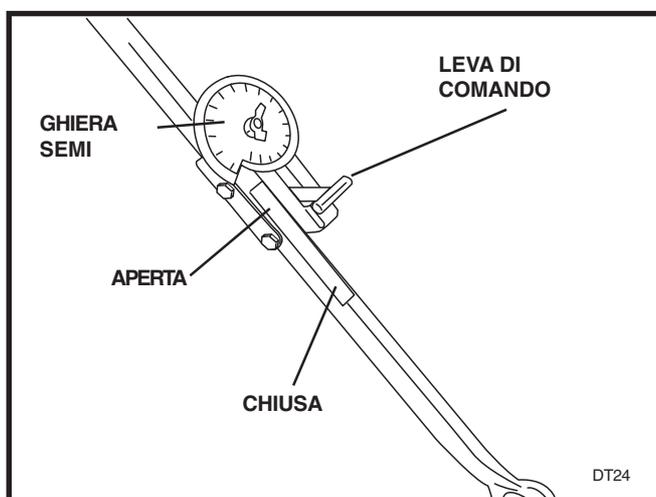

FIGURA 6
19. Applicare la decalcomania ON/OFF sull'impugnatura. Vedere Figura 6.